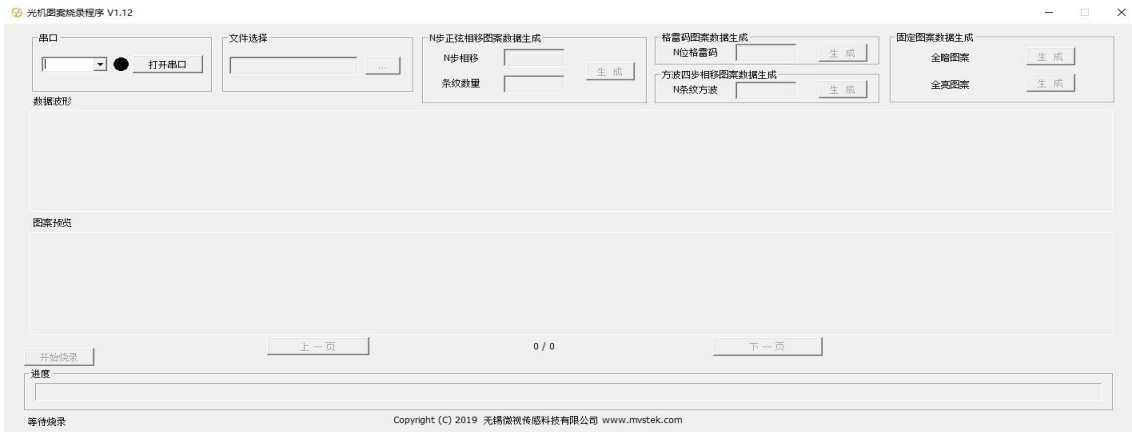

图 4.1
(1) 打开“光机图案烧录程序”应用程序，打开后，界面如图 4.1。初始状态除打开串口按钮可用，别的按钮均不可用（随版本升级，界面会有差异，主要功能不受影响）；